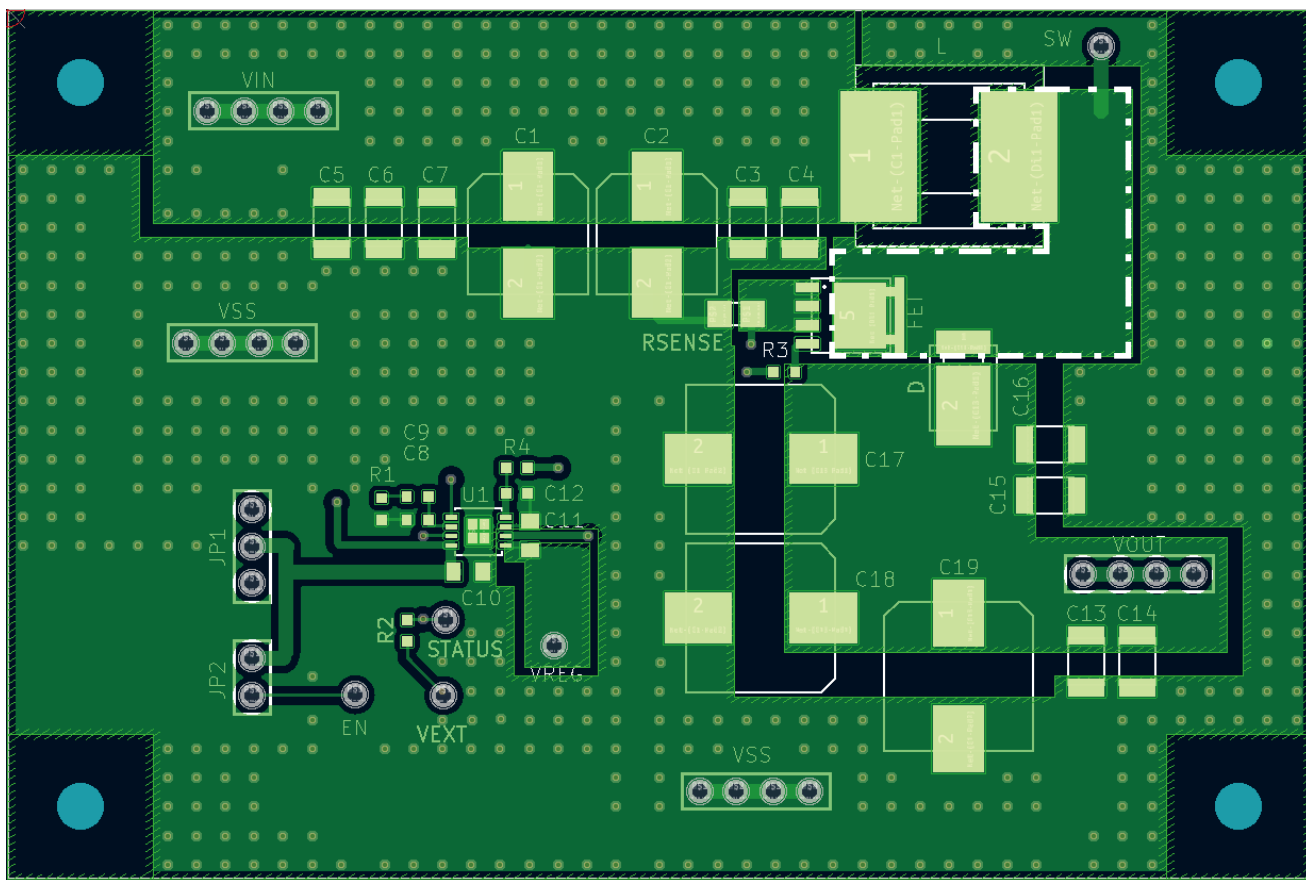

图12 参考基板格式
- 为了降低诱导性高频噪声，请尽量缩小切换节点 (SW) 的布线面积 ("图12 参考基板格式" 的点线所示区域)。